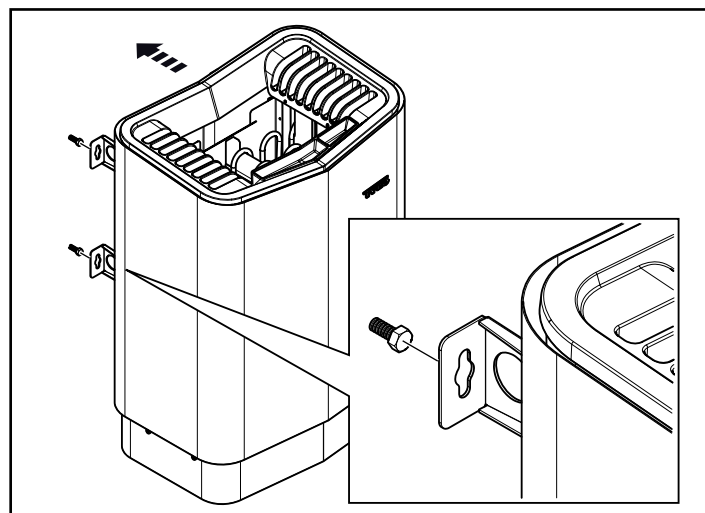

Fig. 14 : Fixer le poêle
11. Accrocher le poêle aux vis, voir la figure 14.